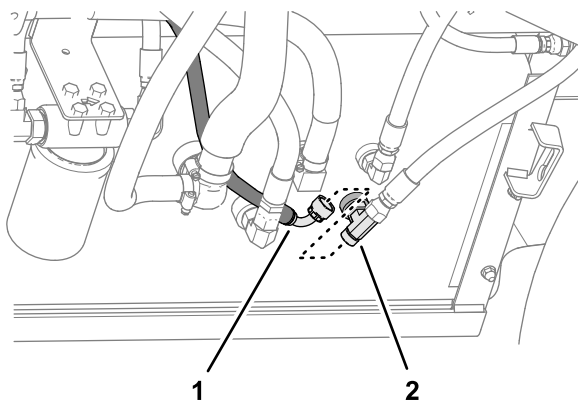

図 131
7. タンクリターンホース 6 x 2819 mm のエルボ継手をT字継手に取り付け、ホース継手を締め付けます (図 131)。